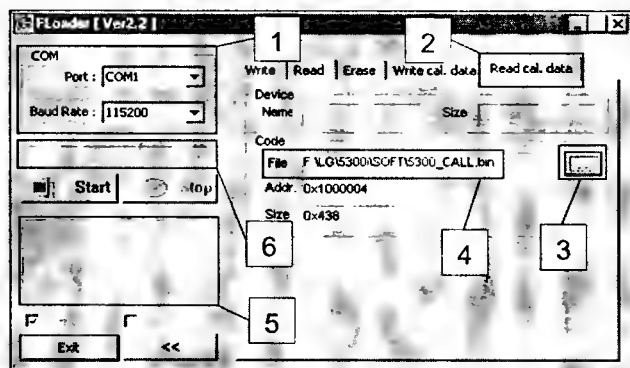

Рис. 4.4
Окно программы Floader (ver 2.2) показано на рис. 4.4.
Первое, что необходимо сделать при работе с данной программой — это выбрать порт ПК и скорость обмена данными (в нашем случае — это COM-1 и 115200 бод, см. 1 на рис. 4.4). Затем считывают и сохраняют файл настроек телефона (настройки радиоканала, калибровки аккумулятора и др.), нажав закладку Read cal data (2) Кнопку «...» (3) нажимать не нужно, так как после этого в окне 4 будет предложено открыть уже записанный в памяти ПК файл настроек с расширением * bin В этом окне вручную прописывают путь, по которому будет считан этот файл из памяти телефона и записан на жесткий диск ПК (создана резервная копия файла настроек) Нажимают кнопку START — в окне информации 5 должна появиться надпись «Using embedet plpm on Power On/Reset Target». Нажимают и удерживают кнопку включения телефона (или выключатель на DATA-кабеле) до завершения чтения этого файла из телефона (этот процесс можно контролировать в